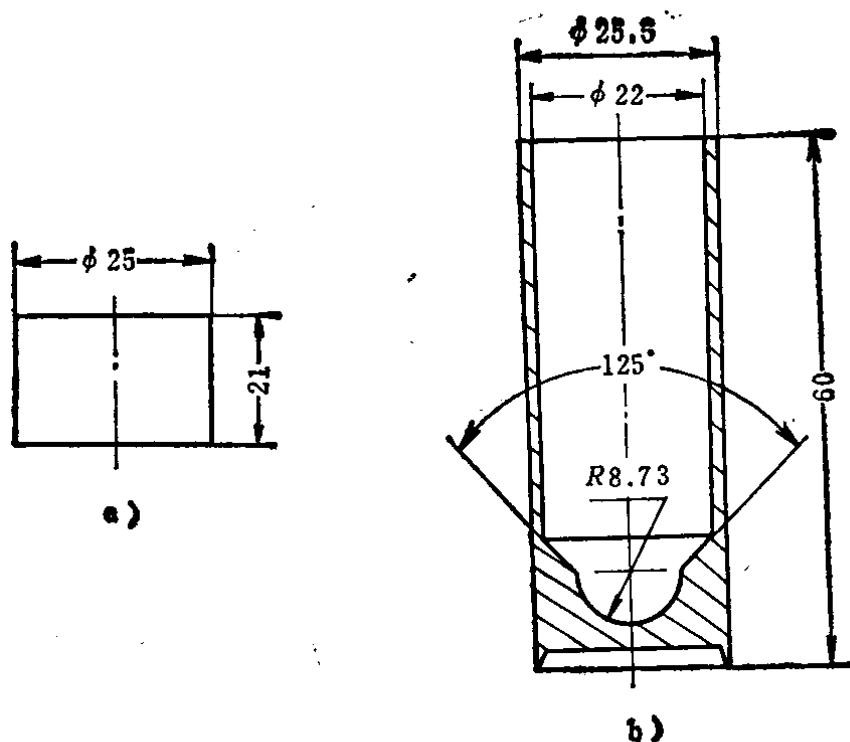

图1-2 汽门顶杆
余的余料 3 还可以冲制微型电机的转子片 2，这样可以充分利用材料，提高了材料的利用率。又如图 1-2 所示的汽车发动机汽门顶杆零件，若采用冷挤压工艺生产，材料只用图 1-2 a 所示的长 21 毫米、 $\phi 25$ 毫米钢棒冷挤压就可以了，与车削加工相比，材料可节省 $2/3$ 左右。
2. 操作工艺方便。如图 1-2 b 所示的零件，利用冷挤压工艺只进行剪料、镦平和反挤压一次成形即可，不象车削加工那样，需要很高的车工技术。